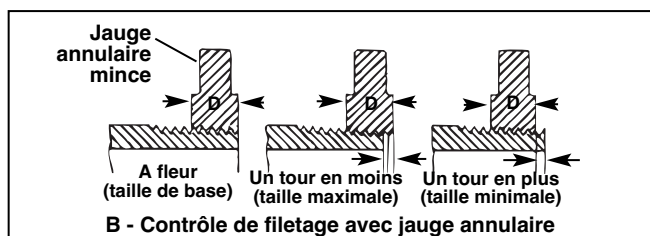

Figure 22 – Contrôle du filetage
- Observez la saillie du tuyau derrière la jauge. L'extrémité du tuyau devrait être à fleur de la jauge, plus ou moins un tour (Figure 22). A défaut, sectionnez le filetage, réglez la fileteuse démultipliée, puis entamez un nouveau filetage. Un filetage non conforme risque de nuire à l'étanchéité du réseau.